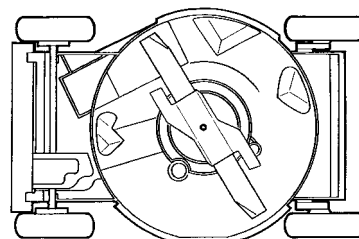

Figure 17
5. Basculer la tondeuse sur le côté gauche (Fig. 17).